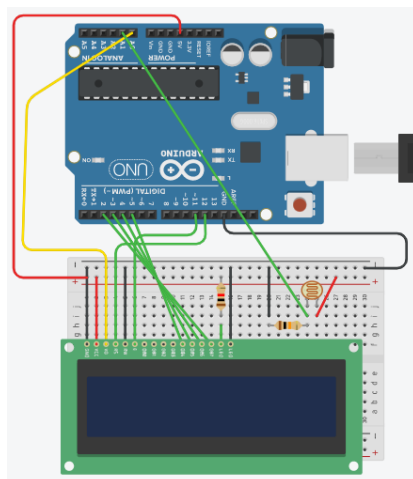

Figura 5.21: exemplo de circuito com LCD.
- Conecte o outro terminal do resistor de 10k Ω na mesma coluna de furos do fio preto, que está conectado no barramento (negativo) da matriz de contato, como mostra a Figura 5.21.